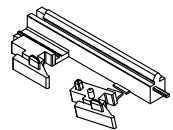

Abb. 1 Dichtteil M422: Endkappe mit einem scharfen Messer abtrennen. Das zweite Teil für den Schiebeflügel beiseite legen!
- Endkappe vom Dichtteil **M422** trennen (Abb. 1) und unten an **76657** mit Sekundenkleber ankleben.